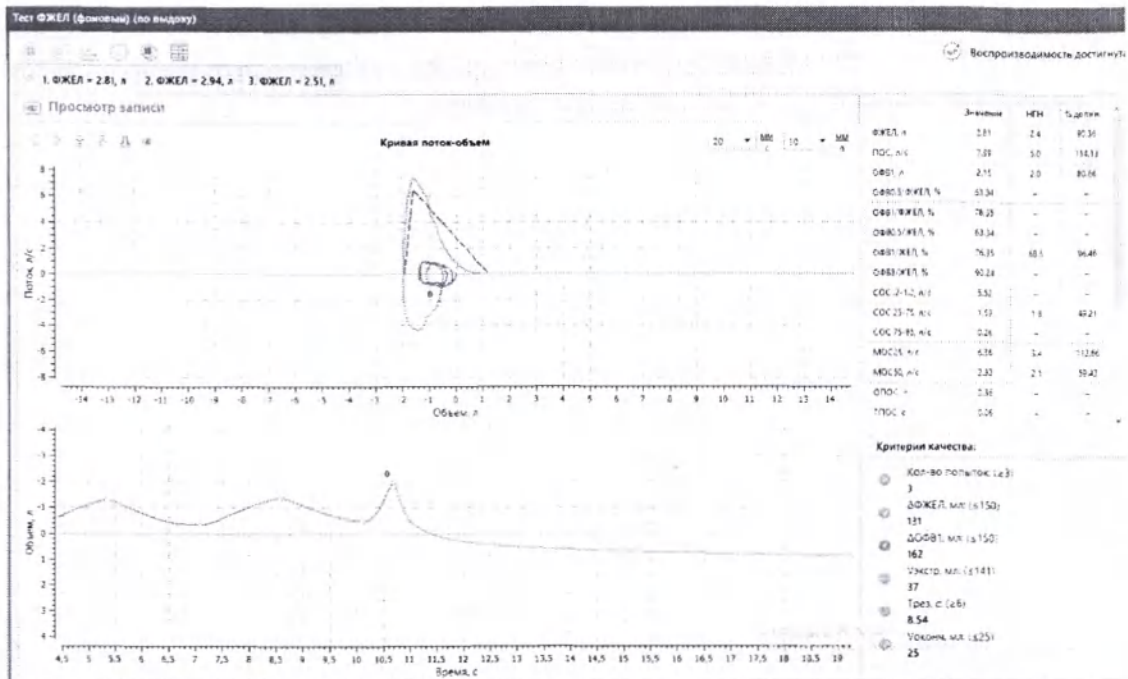

Рис. 11. Окно проведения теста ФЖЕЛ
10. Повторяя пункты 1–9, необходимо выполнить несколько попыток форсированного выдоха, чтобы добиться не менее трех воспроизводимых, технически удовлетворяющих критериям качества (рис. 11) маневров ФЖЕЛ.